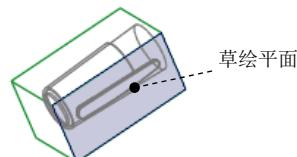

图 7.11 草绘平面
(1) 单击 **分型面** 功能选项卡 **形状** ▾ 区域中的 **拉伸** 按钮，此时系统弹出“拉伸”选项卡。
(2) 定义草绘截面放置属性。鼠标右击，从系统弹出的菜单中选择 **定义内部草绘...** 命令；在系统 **选择一个平面或曲面以定义草绘平面** 的提示下，选取图 7.11 所示的坯料前表面为草绘平面，接受默认的草绘视图方向和参考平面，方向为 **上**；单击 **草绘** 按钮，至此系统进入截面草绘环境。